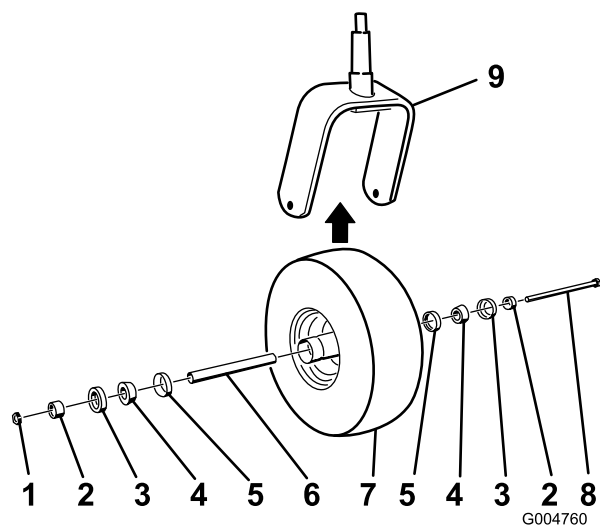

Figure 50
2. Enlevez le contre-écrou du boulon qui fixe la roue pivotante à la chape (Figure 50).
5. Montez la roue pivotante en poussant les roulements à rouleaux coniques et les joints, garnis de graisse, dans le moyeu, en les positionnant comme indiqué à la Figure 50.